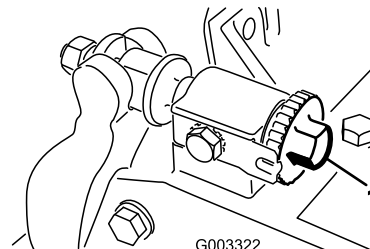

Рисунок 11
1. Установите режущий блок на ровную горизонтальную поверхность. Поверните регулировочные винты планки неподвижного ножа против часовой стрелки, чтобы планка не касалась барабана (Рисунок 11).
Внимание: Убедитесь в том, что гайки с обратной стороны регулировочных винтов планки неподвижного ножа не упираются в рабочую поверхность (**Рисунок 11**).